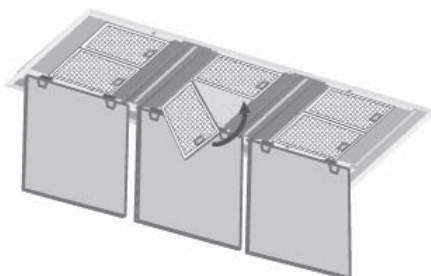

FIG.41
2. Pour installer le **FILTRE À GRAISSE**, alignez les onglets du filtre arrière avec ressort dans la hotte. Déroulez la poignée, pousser le filtre en position, puis relâchez (Fig.41). Assurez-vous que le filtre est bien enclenché après l'installation.